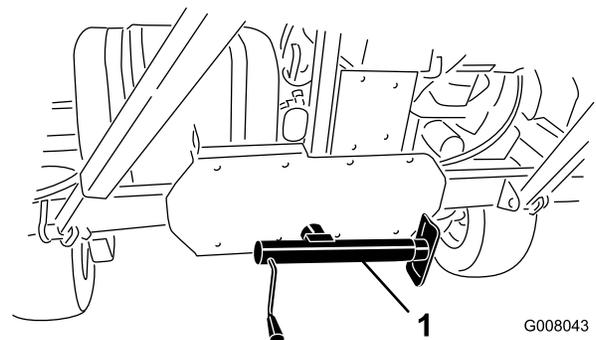

Figure 17
- Abaissez le cric au sol pour stabiliser la machine (Figure 17).